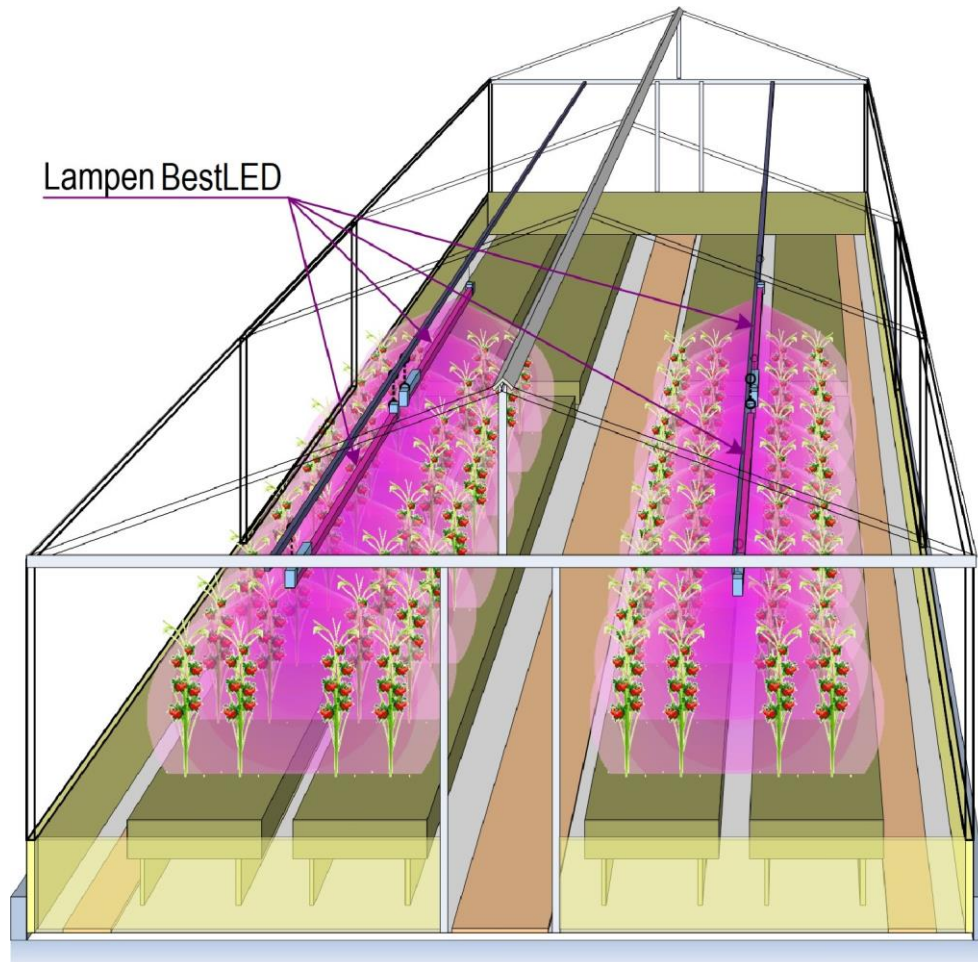

Abbildung 1. Anbringen der Lampen BestLED-II 100 W in einem Gewächshaus
3.1. Die Lampen BestLED-II 100W wird auf der vertikalen Aufhängevorrichtung in einer horizontalen Ebene, über den angepflanzten Gewächsen, angebracht (s. Abb.1).